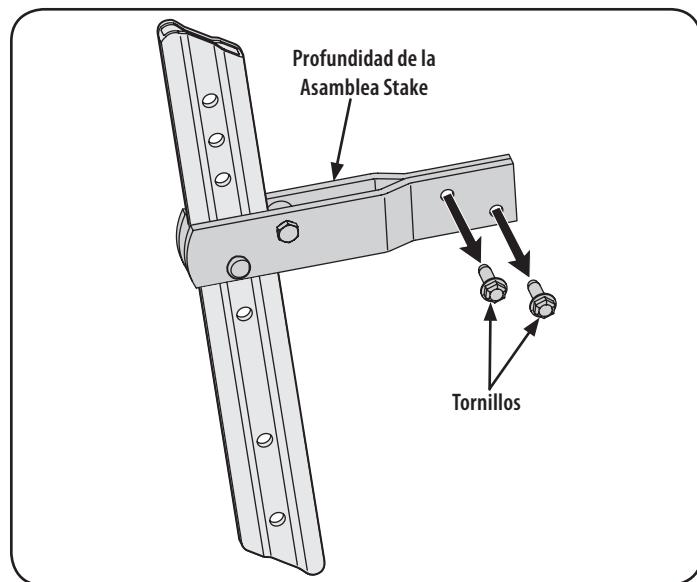

Figura 5
1. Quite los dos tornillos de la asamblea la estaca de profundidad. Véase la Figura 5.